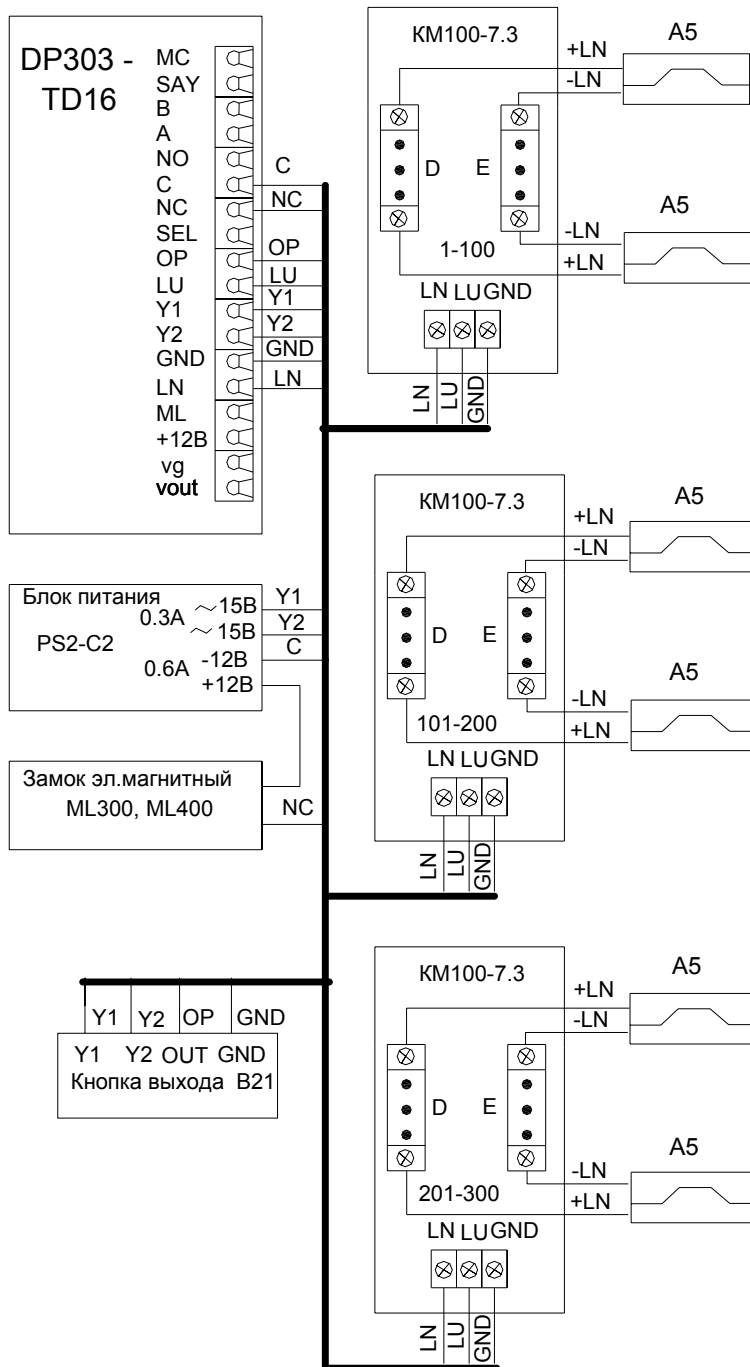

Рис.3 Пример схемы подключения DP303-TD16 в составе домофонного комплекса.
- "занято" – показывает, что разговорная линия занята другим блоком вызова, параллельно подключенному к данному блоку вызова (см.рис. 3)
Блок вызова соединяется с остальными блоками системы согласно приведенной монтажной схеме (рис.3).
Блок питания подключается к замку и блоку вызова согласно приведенной монтажной схеме (рис.3). Блок питания и коммутатор имеет специальные клеммные колодки для подключения проводов с соответствующими обозначениями. Для подключения блока питания к сети 220 В **обязательно(!)** должна быть установлена розетка.
С абонентскими пультами коммутатор соединяется согласно приведенной монтажной схеме (рис.3) по двум десятипроводным шинам, проложенным в стояке
Пульт подключается к соответствующим проводам (клемма «+» пульта к шине десятков D0..D9 коммутатора, клемма «-» к шине единиц E0..E9 коммутатора). Схема соединений блоков комплекса приведена на рис.3.
Электромагнитный замок подключается к блоку питания и к блоку вызова согласно схеме на рис.3. Цепи коммутации электромагнитного замка в блоке вызова содержат схему размагничивания. При подключении следует соблюдать полярность напряжения, указанную на схеме, во избежание выхода из строя блока вызова.